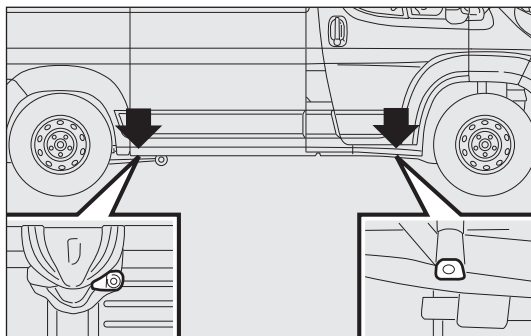
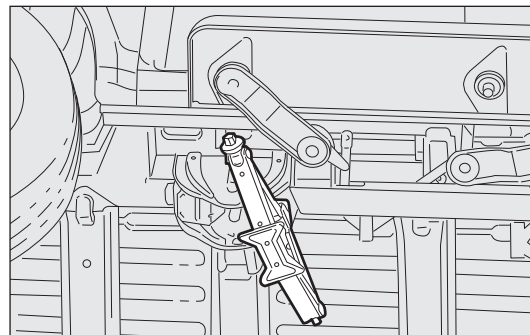

fig. 154
fig. 155
- ☐ coloque el gato a la altura del soporte de elevación más próximo a la rueda que deba cambiarse en los puntos ilustrados en la fig. 154. Para versiones con batalla corta con plataforma retráctil, el gato debe colocarse en el punto de elevación que muestra la fig. 155 orientado (45°) de tal forma que no interfiera con la plataforma retráctil;